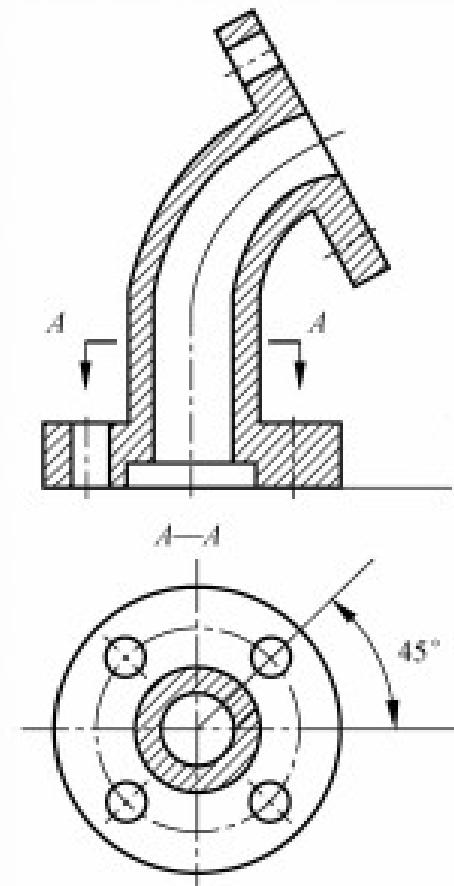

图 4-12 特殊角度的剖面线画法
- (1) 金属材料的剖面符号（也称剖面线）为与水平线成 45° ，且间隔相等的细实线。
- (2) 同一机件所有剖视图中剖面线方向应一致，且间隔相等。
- (3) 当剖视图中的重要轮廓线与水平线成 45° 时，剖面线应画成与水平成 30° 或 60° ，如图4-12。